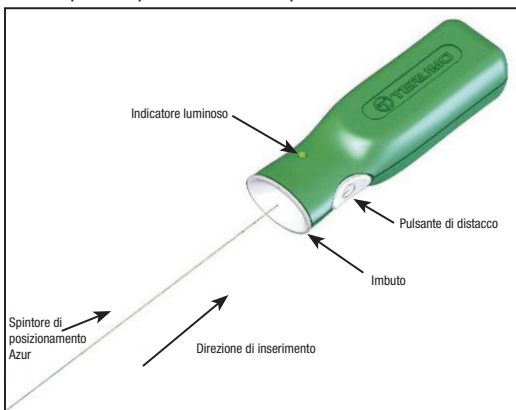

Figura 4 – Controller di distacco Azur
12. Aprire la busta del tappo vascolare Azur e rimuovere l'anello erogatore dalla busta. Prima di utilizzare il dispositivo, rimuovere il cuneo dall'anello di distributore. Tenendo in posizione l'impianto del tappo vascolare Azur e l'introduttore, estrarre lo spintore dall'anello erogatore in modo tale che l'estremità prossimale dello spintore di posizionamento sia esposta. Prestare attenzione per evitare di contaminare questa estremità dello spintore di posizionamento con sostanze estranee quali il sangue o il mezzo di contrasto. Inserire saldamente l'estremità prossimale dello spintore di posizionamento nella sezione a imbuto del controller di distacco Azur. Vedere la Figura 4. **Non premere il pulsante di distacco in questo momento.**
31. Collegare l'estremità prossimale dello spintore di posizionamento al controller di distacco Azur inserendo saldamente l'estremità prossimale dello spintore di posizionamento nella sezione a imbuto del controller di distacco Azur. Vedere Figura 4.